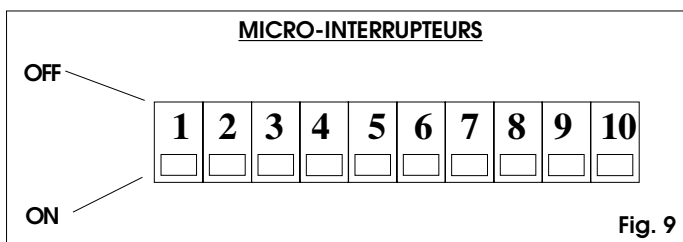

Fig. 9
5.4. PROGRAMMATION DES MICRO-INTERRUPTEURS (fig. 9)